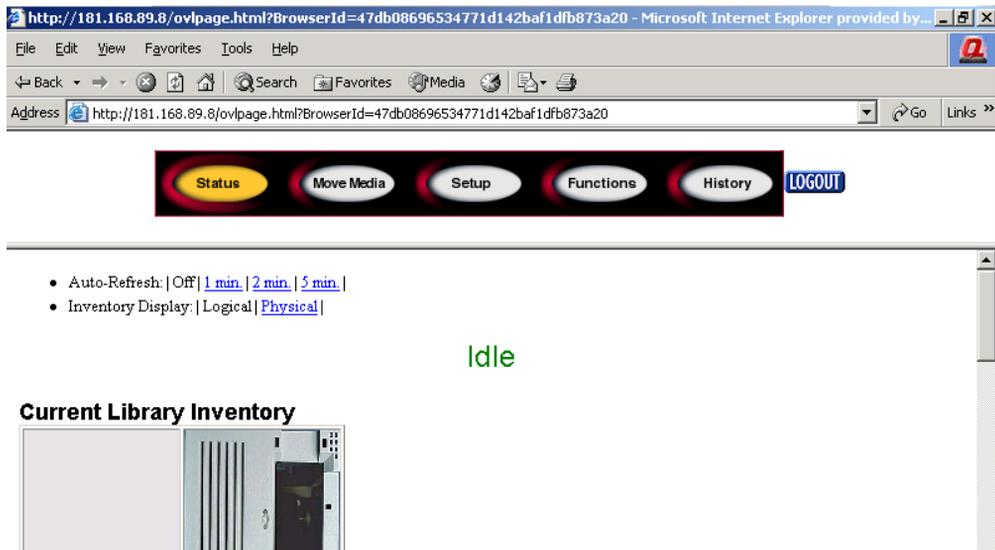

Abbildung 66: Bildschirm Status
3. Klicken Sie auf die Library, um den Bildschirm **Status** zu öffnen (siehe Abbildung 66).